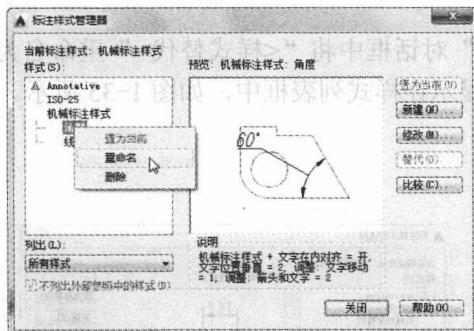
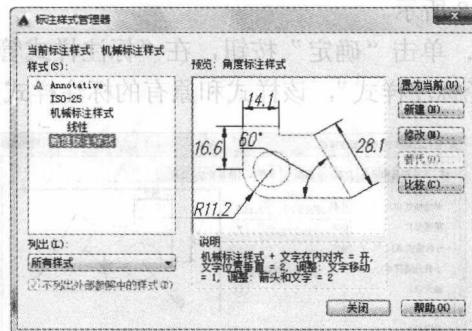

图 1-30 创建适用于“角度”的标注样式
图 1-31 创建“角度标注样式”
4. 单击“确定”按钮，返回“标注样式管理器”对话框，在“机械标注样式”中增加了适用于“角度”的标注样式。选中“机械标注样式”中的“角度”的标注样式，单击鼠标右键，在弹出的快捷菜单中选择“重命名”选项，如图 1-30 所示。将“角度”标注样式重命名为“角度标注样式”，按〈Enter〉键后该样式成为一个独立的标注样式，如图 1-31 所示。